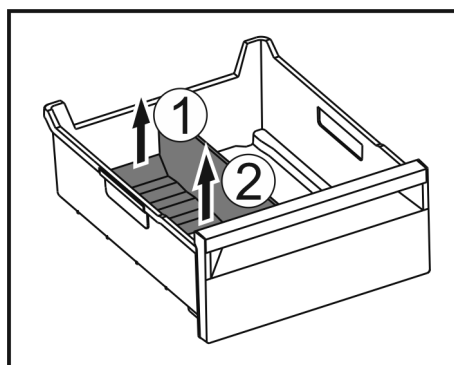

Fig. 170
- Zvedněte zadní část přepážky přihrádky na led. Fig. 170 (1)
- Přepážku přihrádky na led vyjměte nahoru. Fig. 170 (2)